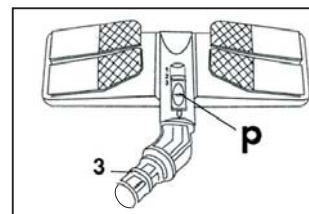

Fig. 14
- Knie (3) in die dreieckige Polsterbürste (4) oder in die Mehrzweckbürste (2) stecken; siehe Abbildung 14